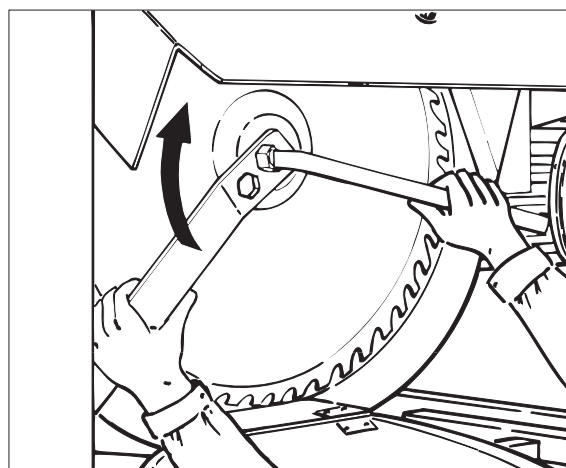

Fig. 23
- Bladboksens nedre deksel åpnes med egnet verktøy. Fjern sagbladet ved å løsne festemutteren ved hjelp av medfølgende verktøy Fig. 23. Festemutteren er venstregjenget og løsnes ved å skru „med klokka“. For å ha begge hender fri ved løsning av mutteren, kan kontrarøkkelen settes fast på spalteknivens festebrakett. Påse at dekslet på bladboksen er påmontert og lukket etter at sagbladet er skiftet ut.